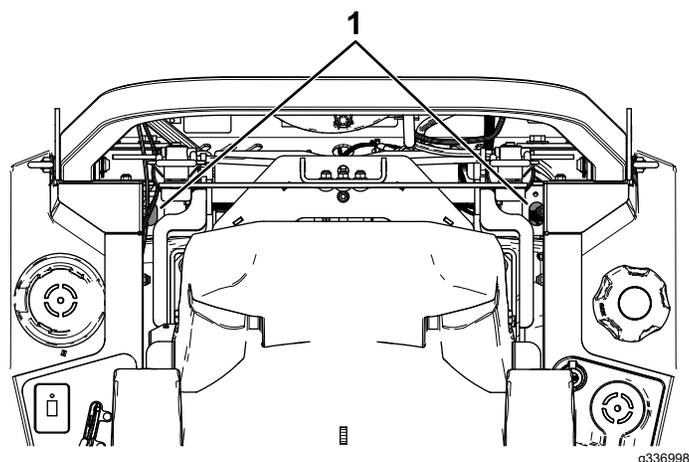

Рисунок 72
4. Вставьте удлинитель с головкой на 7/16 дюйма через отверстия в верхней части машины рядом с креплениями защитной дуги и наденьте головку на вентиляционную пробку (Рисунок 72).